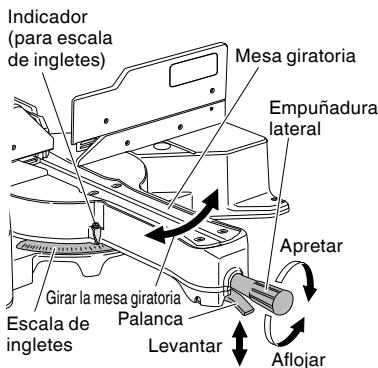
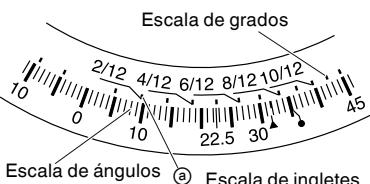

Fig. 32
Fig. 33
- (1) Afloje la empuñadura lateral y tire hacia arriba de la palanca para los topes de ángulo. Luego, ajuste la mesa giratoria hasta que el indicador se alinee con el ajuste deseado de la escala de ángulos de inglete (Fig. 32).
- (2) Vuelva a apretar la empuñadura lateral para asegurar la mesa giratoria en la posición deseada.
- (3) La escala de ingletes (Fig. 33) indica tanto el ángulo de corte de la escala de ángulos como el gradiente en la escala de ángulos.
- (5) Por lo tanto, para cortar una pieza de trabajo con un grado de 2/12, ajuste el indicador ④ la posición a como se indica en la Fig. 33.